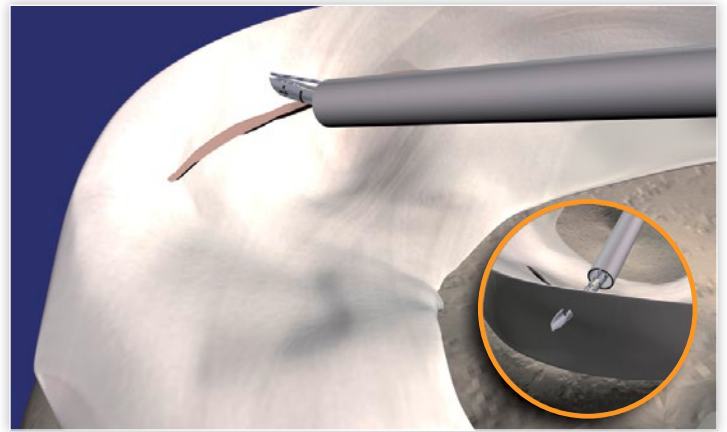

Abb. 5: Einbringen der Nadel durch die Kapsel in den Meniskus
3. Um eine vertikale Matratzennaht zu setzen, platzieren Sie das erste Implantat (T1) im kapselseitigen Meniskusanteil (Abb. 5).